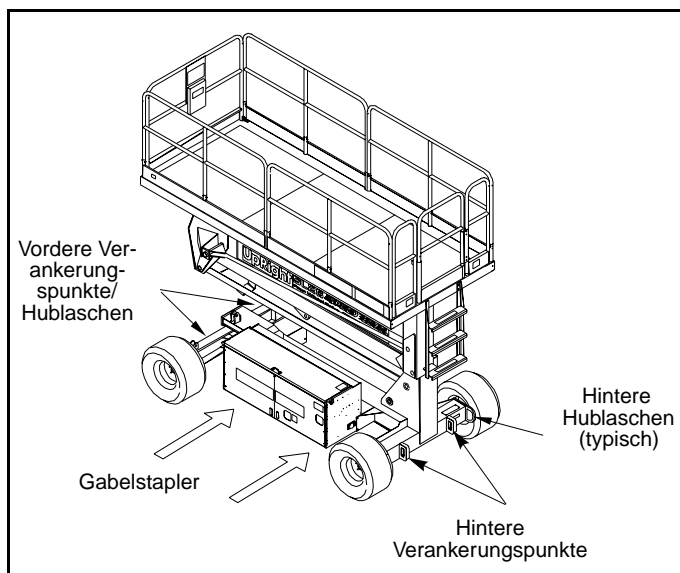

Abbildung 5: Transportieren der Arbeitsbühne
Gabelstapler an der Seite des Fahrwerks, unterhalb der Fahrwerksmodule ansetzen (Abbildung 5).
Gurte nur an den Hublaschen befestigen (Abbildung 5).
2. Arbeitsbühne am Transportfahrzeug mit Ketten oder Gurten angemessener Stärke befestigen, die an den Verankerungslaschen des Fahrwerks angebracht sind (Abbildung 5).